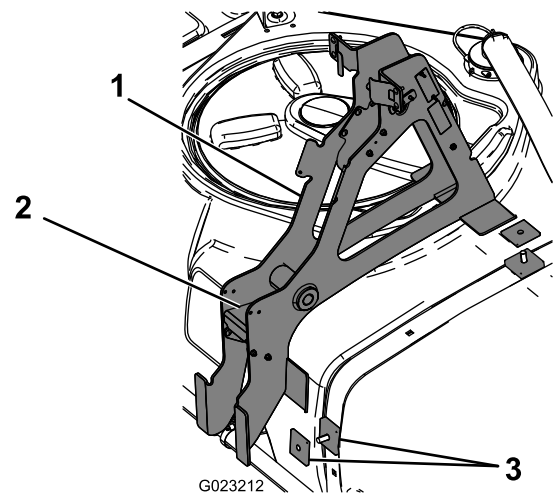

図 3
5. 先ほど取り付けしたキャリッジボルトに、四角いスペーサを2個取り付ける (図 3)。
6. ガイドプレートをメインサポートフレーム・アセンブリに固定しているボルトとナット (4組) を外して保管する (図 3)。
7. 図 3に示すように、角スペーサとキャリッジボルトの上からメインサポートフレームを取り付ける。